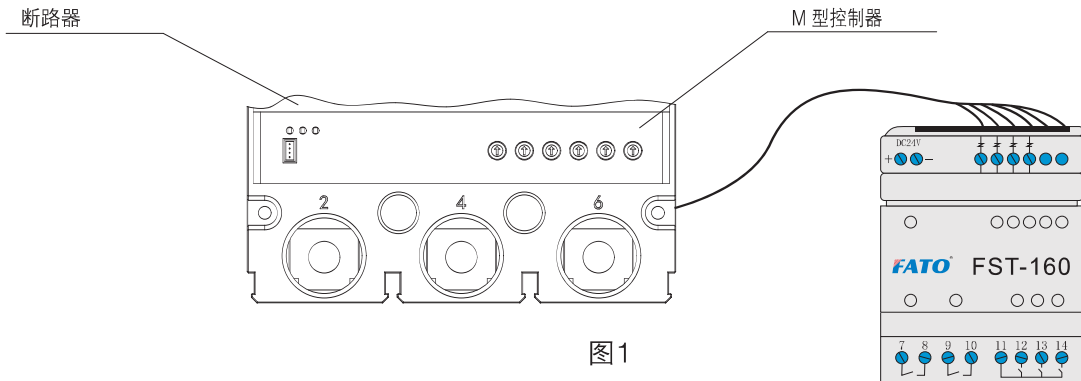

图1
f.可选功能：预报警、脱扣报警、接地报警(四极断路器)等光隔信号输出。这时需采用FST160型控制模块。连接方式见图1。
断路器与FST-160型控制模块连接方式(见图1)
• 脱扣特性曲线见图1